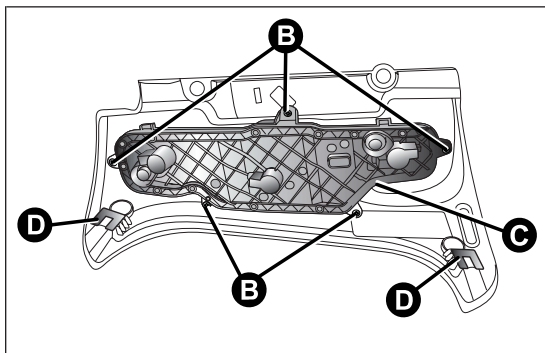

fig. 129
- ☐ aflojar los cinco tornillos B de sus alojamientos y extraer el portalámpara C fig. 129;